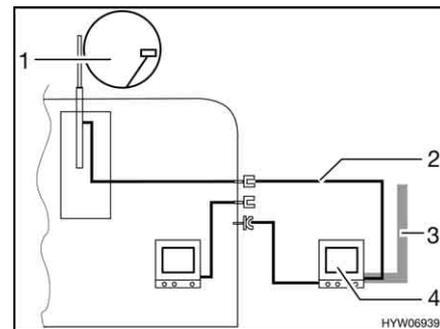

Bild 151 TV im Vorzelt
- TV im Vorzelt (Bild 151,4): Anschluss an Dachantenne (Bild 151,1) mit Verbindungskabel (Bild 151,2)
- TV im Vorzelt (Bild 151,4): Anschluss an externe Antenne (Bild 151,3)